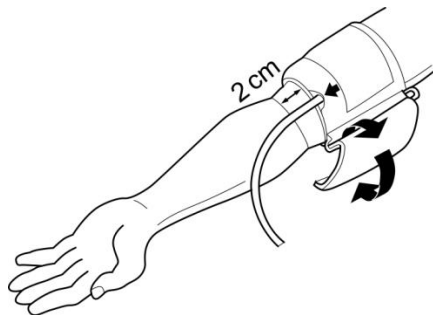

Fig. 6: Position correcte du brassard
- 1) Insérez le raccordement du tuyau d'air dans la douille du tuyau d'air située sur le côté gauche de l'appareil de mesure (Fig. 6).